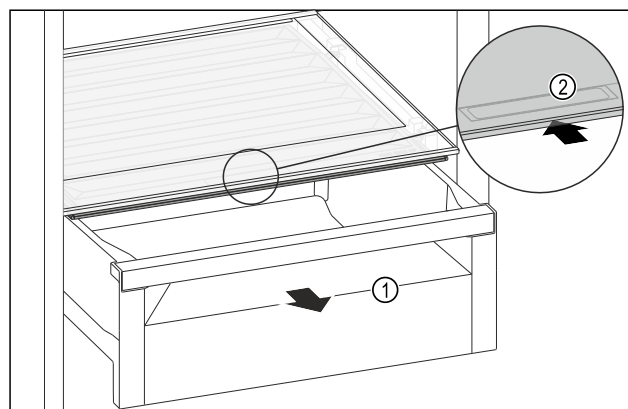

Fig. 126
- Schubfach Fig. 126 (1) herausziehen.
- Griffmulde Fig. 126 (2) am Fachdeckel anfassend und Fachdeckel gleichzeitig nach hinten schieben.